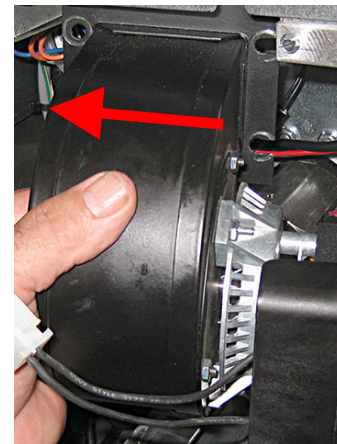

図11
15. ブローワーを右側のナットから左側にスライドさせます(図11を参照)。